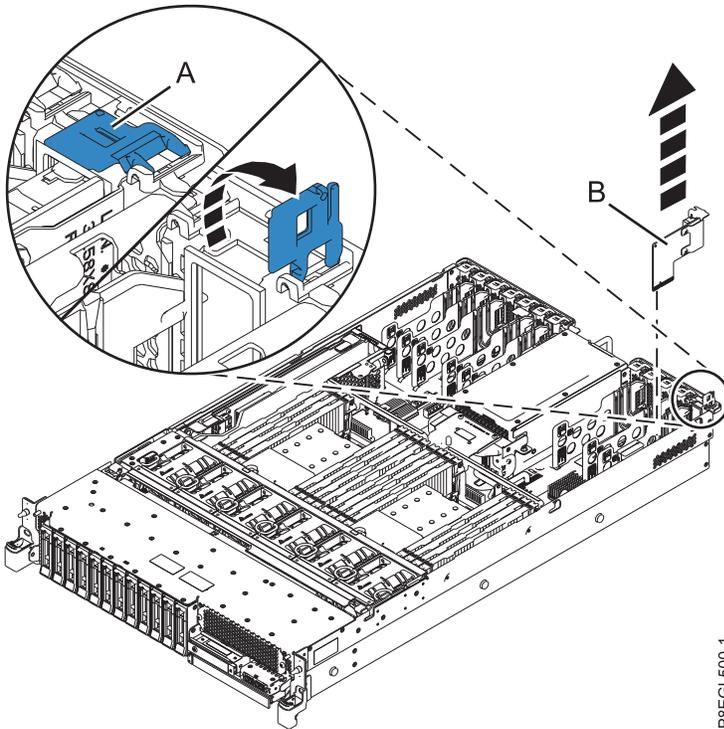

Abbildung 1. Ausbauen der System-E/A-Karte aus einem Einschubsystem
2. Drehen Sie den Feststellhebel (**A**) in die in Abb. 1 auf Seite 5 dargestellte Richtung, um die System-E/A-Karte (**B**) im Steckplatz in der hinteren Trennwand des Systems zu entriegeln.